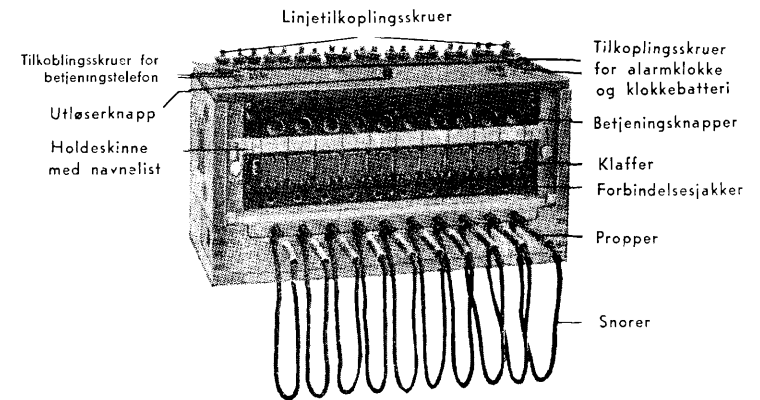

Fig 3.
18. Proppene settes inn i sine hvilejakker (se fig 3).